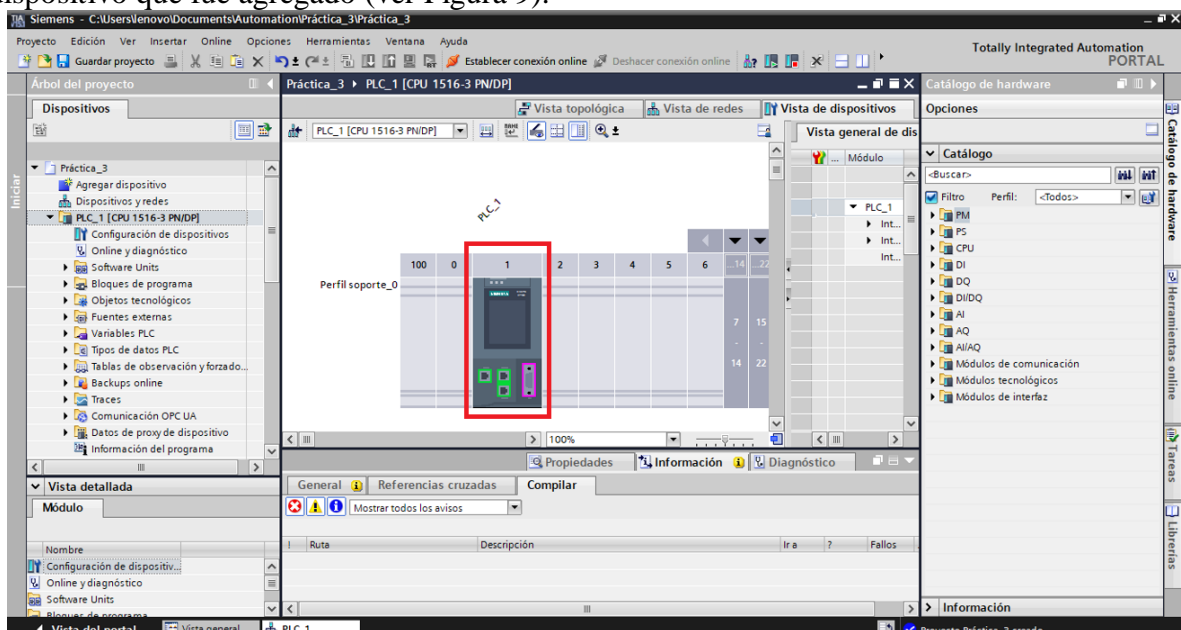

Figura 9: Vista de dispositivos.
- 6) Después de agregar el dispositivo, se abrirá la ventana “**Vista de redes**”, en esta ventana se encontrará el dispositivo que fue agregado (ver Figura 9).